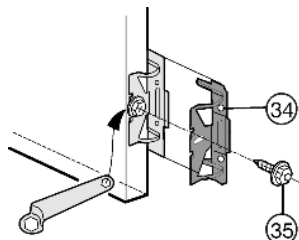

Fig. 11
- ▶ Прикрутите все крепежные уголки *Fig. 11 (34)* винтами с шестигранной головкой *Fig. 11 (35)* на дверце устройства, используя предварительно просверленные отверстия.
- ▶ установите третью пару крепежных уголков Fig. 11 (34).